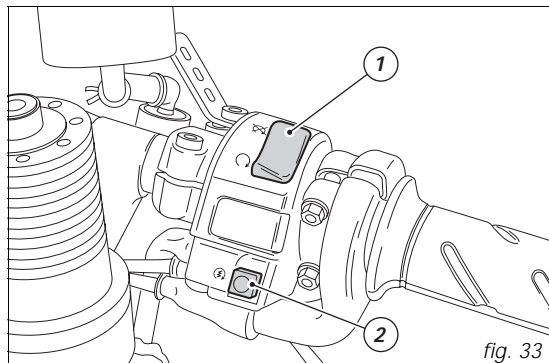

fig. 33
- 2) Accertarsi che l'interruttore d'arresto (1, fig. 33) sia nella posizione  (RUN), premere quindi il pulsante avviamento (2, fig. 33).